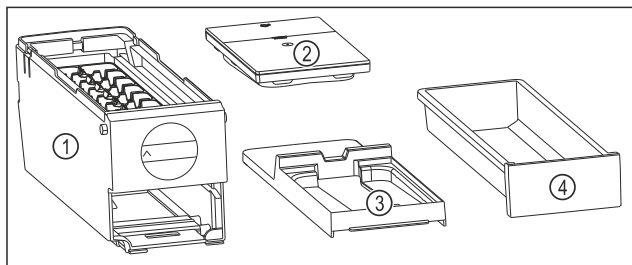

Fig. 80 Composants de l'EasyTwist-Ice
- L'EasyTwist-Ice est démonté en quatre parties. (voir Fig. 80)
- Ne démonter l'EasyTwist-Ice que de la manière illustrée. (voir Fig. 80)
- Nettoyer le corps de l'EasyTwist-Ice Fig. 80 (1) dans son ensemble.